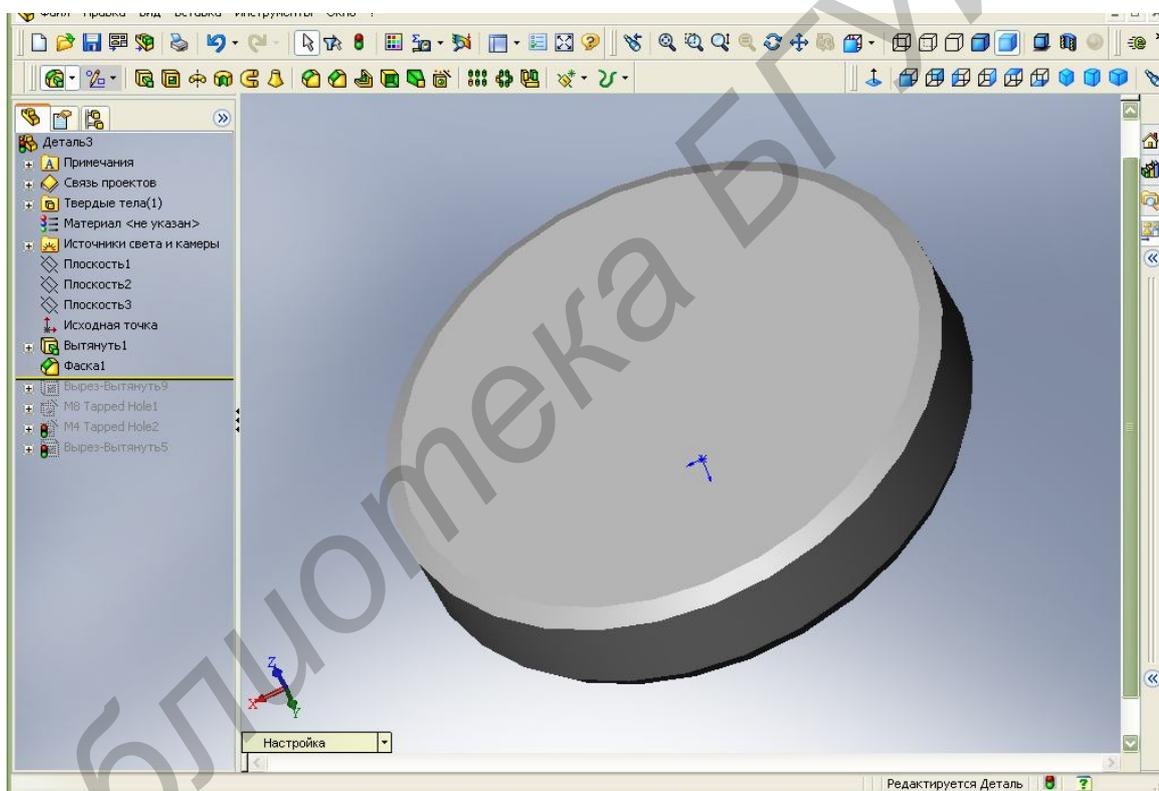

Рисунок 23 – Снятие фаски с граней цилиндра
21. Нажмите клавишу **F**, чтобы изменить вид до размера экрана (рисунок 23).